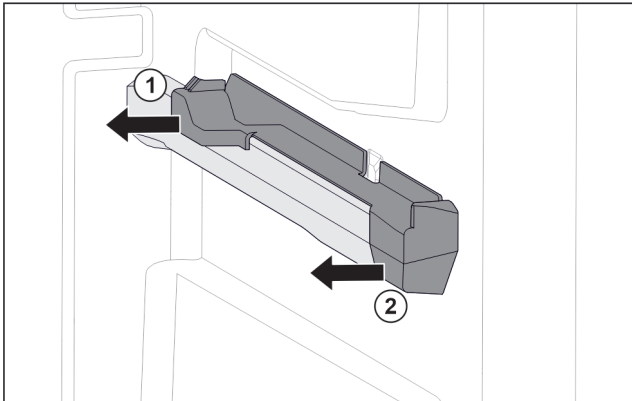

Fig. 24 Insteekelement op rechter containerrib
- ▶ Insteekelement onder achter grijpen. Fig. 24 (1)
- ▶ Insteekelement achter naar de zijkant toe eraf trekken. Fig. 24 (1)
- ▶ Insteekelement voor naar de zijkant toe eraf trekken. Fig. 24 (2)